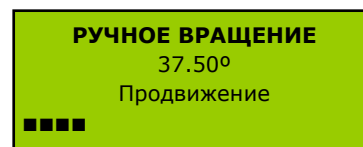

Рисунок 23.
- “Индикатор активирован/ деактивирован” позволяет включать и выключать звуковой индикатор. См. Рис. 23